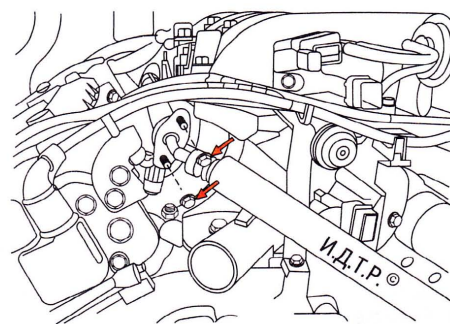

Рис. 12.9. Крепление вакуумного шланга продувки адсорбера
7. Отверните две гайки крепления (рис. 12.9) и отсоедините от впускной трубы вакуумный шланг продувки адсорбера.